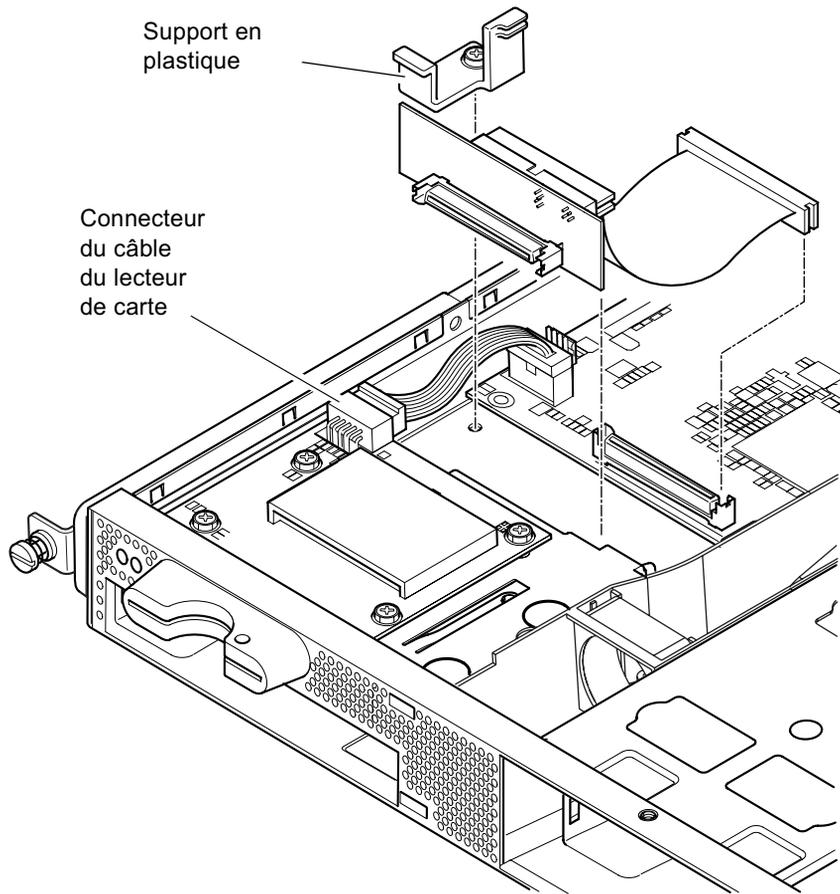

FIGURE 11-3 Remplacement de la paddleboard située à l'arrière de l'enceinte du lecteur de DVD ou de CD-ROM
- 3. Déconnectez le câble d'alimentation de la carte du lecteur de carte mémoire de la carte système (voir la FIGURE 11-3).**
- 6. Branchez le nouveau câble ruban IDE à la carte système ; le câble doit s'éloigner de la carte système et se diriger vers le lecteur de DVD ou de CD-ROM (voir la FIGURE 11-3).**
- 11. Remettez maintenant en place le support en plastique qui maintient la paddleboard, puis vissez-le à la base du châssis (voir la FIGURE 11-3).**